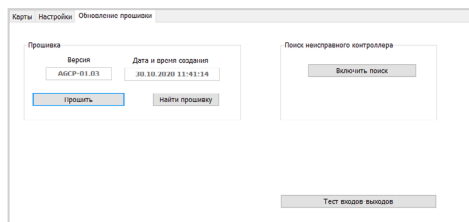

Рис.35. Обновление прошивки неисправного считывателя
- Подключите считыватель TK-CardReader Plus с поврежденной прошивкой к программатору «TKLS-Prog-RS485», подключенному к компьютеру. Конфигуратор обнаружит неисправное устройство и предложит выбрать файл прошивки для загрузки в это устройство – в окне состояния появится сообщение «Выберите прошивку» и на вкладке станет доступной кнопка «Найти прошивку» (Рис.35).